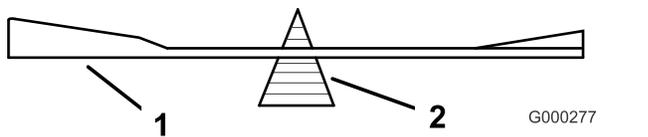
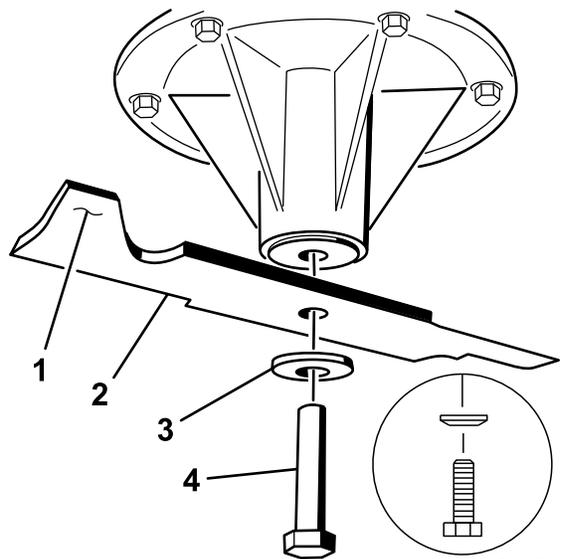

Figure 99
Figure 100
2. Vérifiez l'équilibre de la lame en la plaçant sur un équilibreur (Figure 99). Si la lame reste horizontale, elle est équilibrée et peut être utilisée. Si la lame est déséquilibrée, limez un peu l'extrémité de l'ailette seulement (Figure 100). Répétez cette procédure jusqu'à ce que la lame soit équilibrée.
1. Placez la lame sur l'axe (Figure 100).
2. Mettez en place la rondelle élastique et le boulon de la lame. Le côté bombé de la rondelle élastique doit être dirigé vers la tête du boulon (Figure 100). Serrez le boulon de la lame à un couple de 115 à 150 N·m (85 à 110 pi·lb).